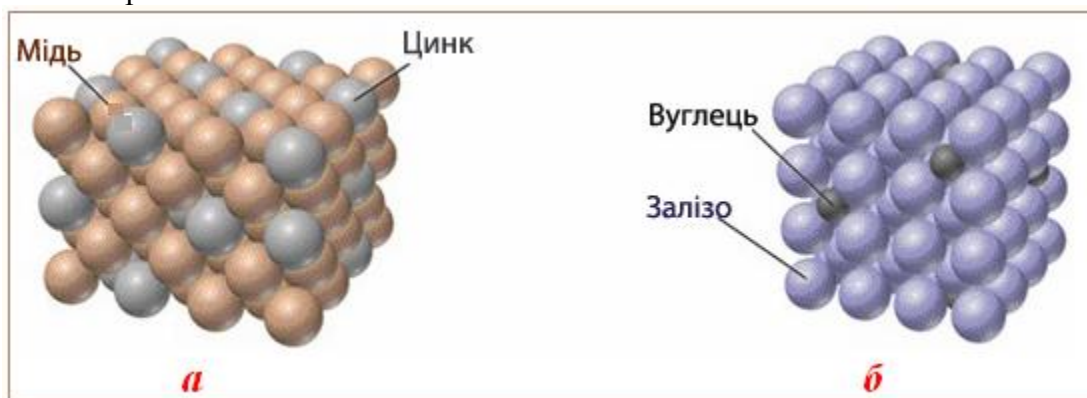

Рисунок 5.13 – Тверді розчини: а) заміщення; б) вкорінення
- **Тверді розчини заміщення** (рис. 5.13а), компоненти яких мають однотипну кристалічну решітку і близькі розміри частинок;
- **Тверді розчини вкорінення** (рис. 5.13б) утворюються внаслідок закріплення молекул, атомів чи іонів однієї речовини у пустотах кристалічної решітки іншої речовини.